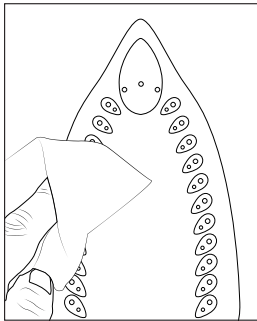

Abb. 1
- ◆ Reinigen Sie die Bügelsohle **8** mit einem leicht angefeuchteten Tuch (siehe Abb. 1).